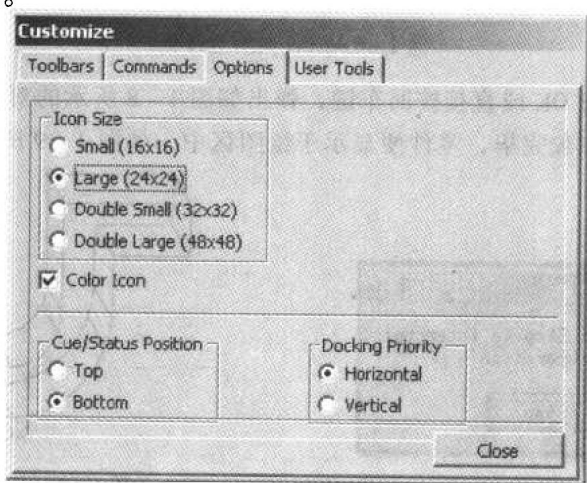

图 1-12 定制工具条选项对话框
3) Options: 用于控制工具栏上图标大小、颜色，状态栏/提示栏的位置等，如图 1-12 所示。